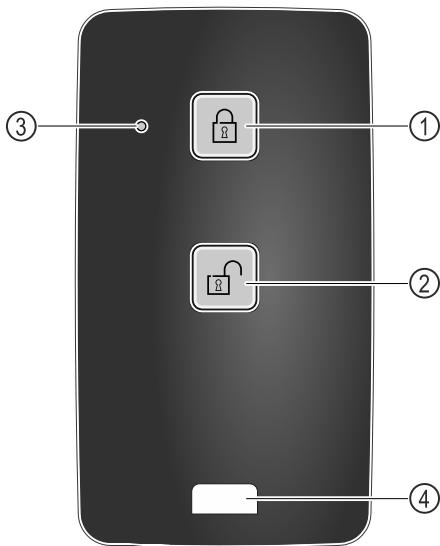

Fig. 212
- Нажмите кнопку Fig. 212 (1) на пульте дистанционного управления.
- Нажмите кнопку Fig. 212 (2) на пульте дистанционного управления.
- Светодиод состояния Fig. 212 (3) при нажатии на кнопку выдает оптический ответный сигнал.
- Проушина Fig. 212 (4) для закрепления пульта дистанционного управления, например, на связке ключей.